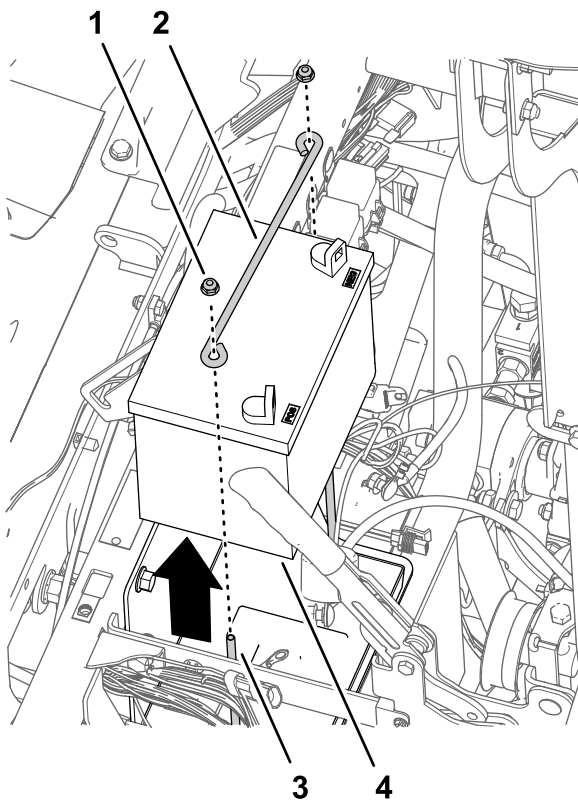

Figura 171
- Instale a cobertura que removeu no passo 2 de Remoção do volante (página 77) no volante (Figura 171).
1. Retire as duas porcas de bloqueio flangeadas e a barra de fixação dos dois parafusos em J que prendem a bateria ao suporte da bateria da máquina (Figura 171).
2. Retire a bateria da máquina (Figura 171).